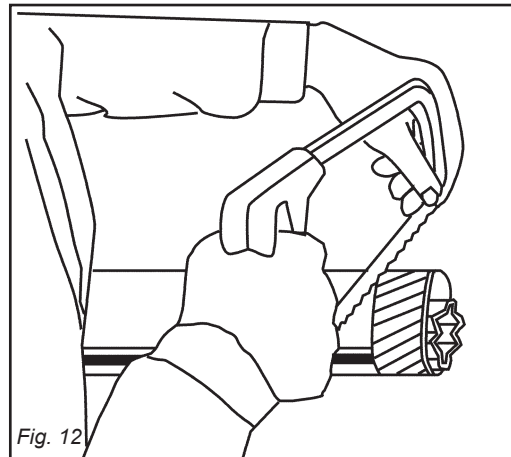
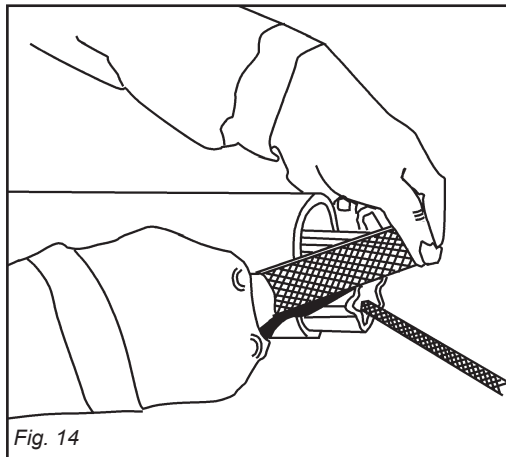
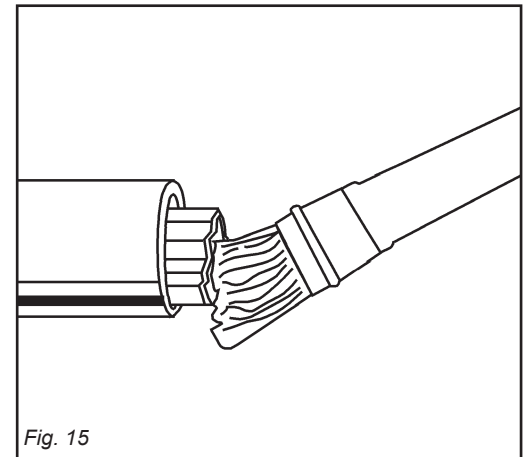

Fig. 12
Fig. 14
Fig. 15
- Accorciare i tubi scorrevoli di una stessa lunghezza (Fig. 12 e 13), sbavare e pulire (Fig. 14) e ingrassare l'interno del tubo esterno (Fig. 15).
- *Shorten the sliding tubes by the same extent (Fig. 12 and 13), deburr and trim (Fig. 14), then grease the inside of the outer tube (Fig. 15).*
- Raccourcir les tubes coulissant de la même longueur (Fig. 12 et 13), ébavurer et nettoyer (Fig. 14) puis graisser l'intérieur du tube extérieur (Fig. 15).
- Die Gleitrohre um die gleiche Länge (Abb. 12 und 13) kürzen, sie abgraten und reinigen (Abb. 14) und das Innere des Außenrohrs schmieren (Abb. 15).
- Acortar los tubos corredizos en modo uniforme (Fig. 12 y 13), quitar las rebabas y limpiar (Fig. 14) y engrasar dentro del tubo externo (Fig. 15).